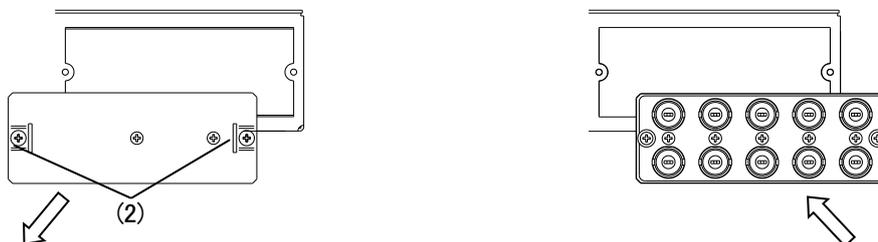

図 4-2 コネクタモジュールの取り付け
(2) 電源スイッチを OFF にします。安全のため AC ケーブルを抜きます。
(3) コネクタモジュールを取り付けます。
- ・コネクタモジュールを取り付けるスロットの図 4-2 (2)のネジを外し、ブラックカバーを取り外します。